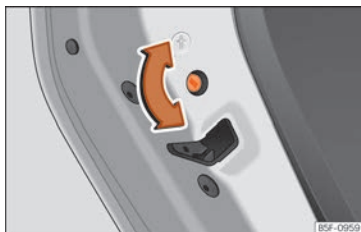

Fig. 72 Sécurité enfants de la porte gauche.
de gauche » » fig. 72 et dans le sens contraire pour les portières de droite.
- Lorsque la portière est ouverte, tournez la rainure avec la clé du véhicule dans le sens contraire des aiguilles d'une montre pour les portières de gauche » » fig. 72 et dans le sens des aiguilles d'une montre pour les portières de droite.